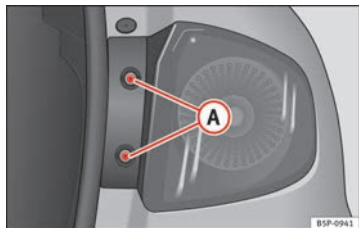

Abb. 190 Standlicht / Bremslicht
- Drehen Sie die Schrauben ⇒ Abb. 190 **A** heraus.